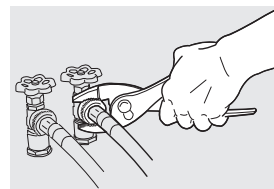

Fig. 6
6. Serrez à la main jusqu'à ce qu'ils soient bien serrés. Serrez ensuite chaque raccord d'alimentation de $\frac{3}{8}$ de tour à l'aide de pinces. **Ne pas plier, tordre, ni pincer les tuyaux d'entrée d'eau.** (Fig. 6).